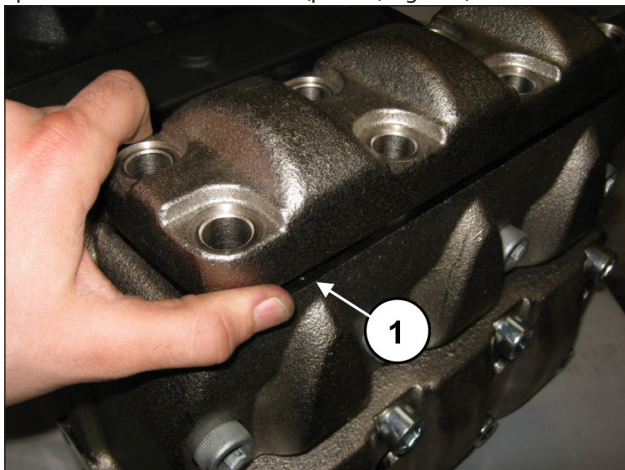
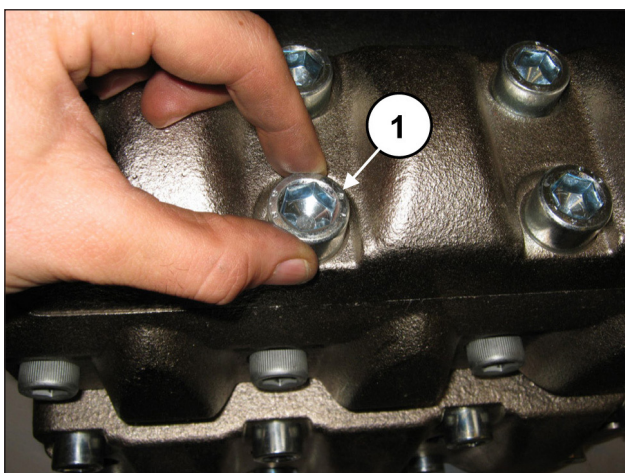

Fig. 159
Fig. 160
Al terminar de montar los grupos de la válvula de envío, aplicar la tapa de las válvulas de envío (pos. ①, Fig. 159) y apretar los 8 tornillos M16x45 (pos. ①, Fig. 160).